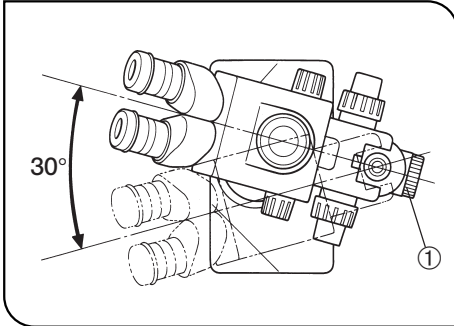

Abb. 1
1. Um ein Umkippen des Mikroskopstativs zu verhindern, darf der Drehwinkel höchstens 30° betragen, wie in Abb. 1 gezeigt.
3. Bei der Einstellung der Mikroskopstativhöhe darauf achten, daß die Fokussiereinrichtung mit einer Hand festgehalten wird, während die Feststellschraube der Fokussiereinrichtung ① gelöst wird (Abb. 1).